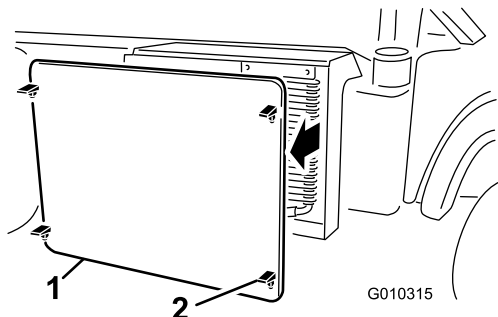

Bild 60
2. Lösen und entfernen Sie das Kühlergitter vorne am Kühler (Bild 60).